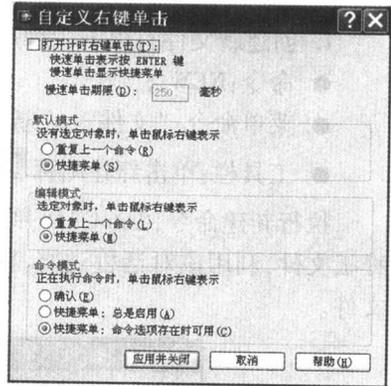

图 1.4.6 “自定义右键单击”对话框
- 设置鼠标右键的功能:单击“用户系统配置”选项卡,再单击“自定义右键单击(I)”按钮,打开“自定义右键单击”对话框,如图 1.4.6 所示。在对话框中可分别设置三种模式时的右键功能。